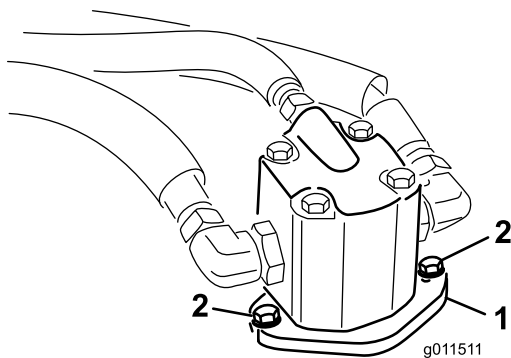

Figura 1
2. Rimuovete i bulloni che fissano il motore idraulico all'apparato di taglio (Figura 1). Sollevate il motore allontanandolo dall'apparato di taglio, quindi posatelo su una superficie pulita e dove non sia di intralcio. Non dannegiate l'accoppiamento di alluminio.